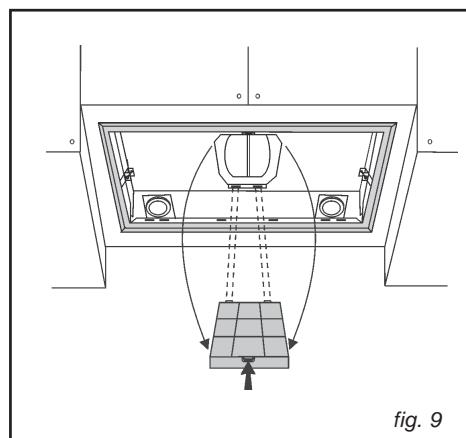

fig. 9
• **Udskiftning af kulfILTER (fig. 9)**
Fjern herefter kulfiltret ved at trykke stopmekanismen indad og dreje den, indtil de to flige fjernes fra de respektive sæder (fig. 9).